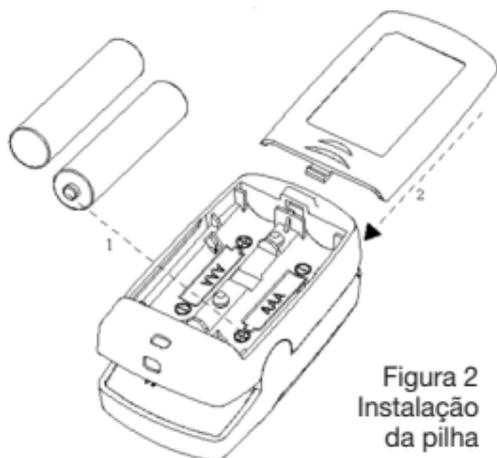

Figura 2
2. Seguindo a Figura 2, introduzir de maneira correta as duas pilhas AAA no alojamento.